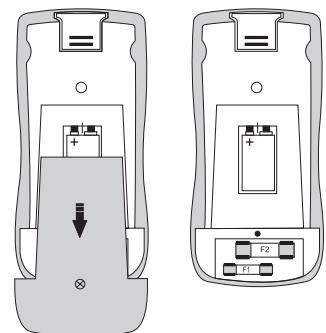

Fig. 11
3. Dépliez la bêquille escamotable (13). Tirez le couvercle du logement de la pile et du fusible vers le bas de l'appareil (fig. 11).